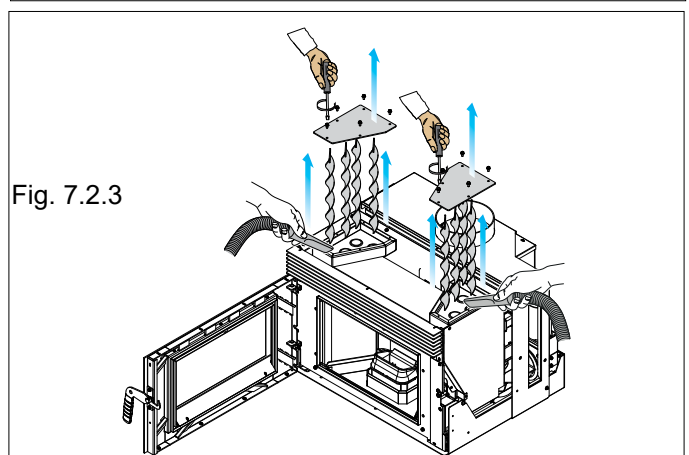

Fig. 7.2.3
- C) Quitar las tapas superiores de la caldera y aspirar la ceniza restante (Fig. 7.2.3).